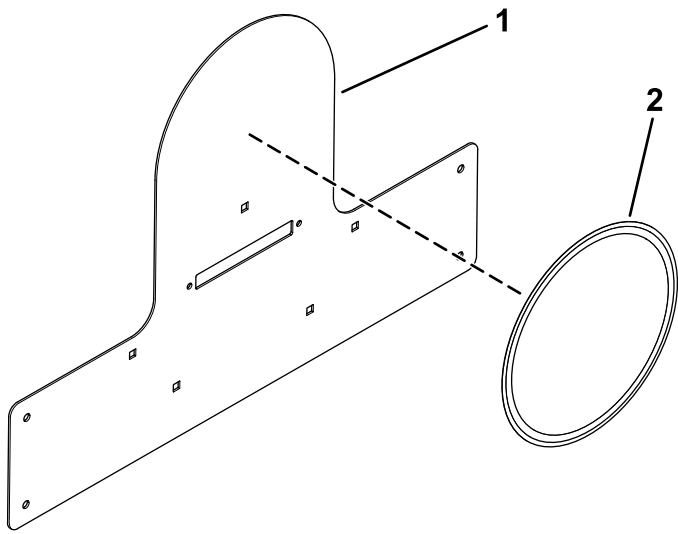

Bild 25
5. Bringen Sie das entsprechende Geschwindigkeitsaufkleber auf der Halterung der Geschwindigkeitsplatte an (**Bild 25**).